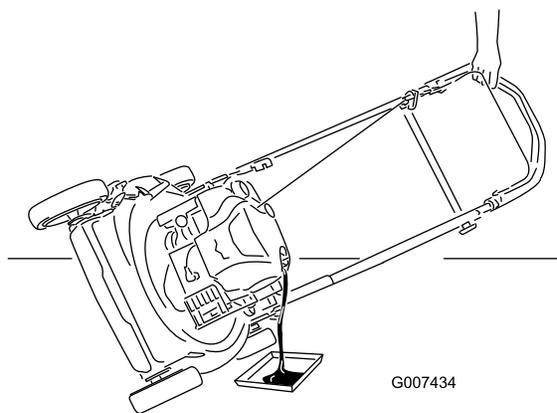

Figure 43
3. Inclinez la tondeuse sur le côté (filtre à air vers le haut) pour vidanger l'huile usagée par le goulot de remplissage (Figure 43).